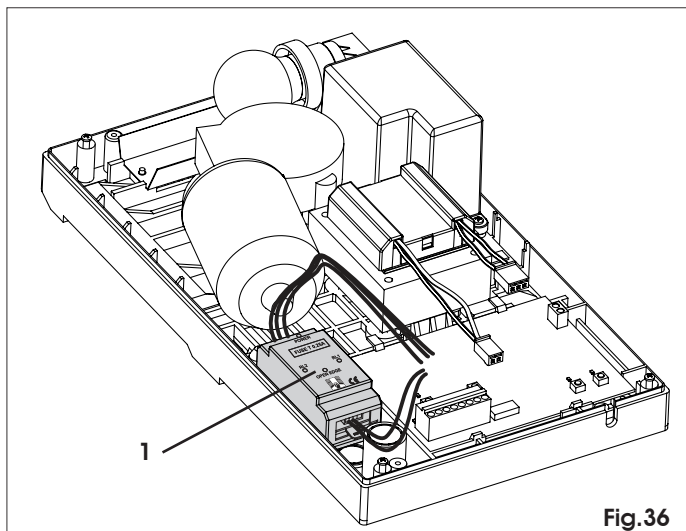

Fig.36
Zastosowanie listwy bezpieczeństwa z elementem przewodzącym jest ułatwione przez możliwość umieszczenia na napędzie odpowiedniej jednostki sterującej (Rys. 36 odn. 1).
- Umieścić jednostkę sterującą jak wskazano na Rys. 36.